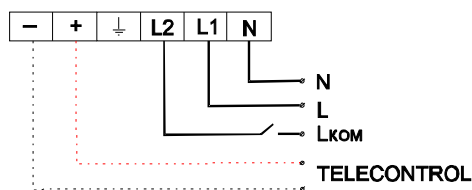

Рис.4
- 3.5 Для моделей BS-7141-1x8 и BS-7141-3x1LED если планируется включать и выключать светильник как стандартное освещение, то удалите перемычку, присоедините фазовый провод некоммутированной сети к клемме L1, а фазовый провод коммутированной сети к клемме L2 (выключатель должен находится на L2) см. рис.4.